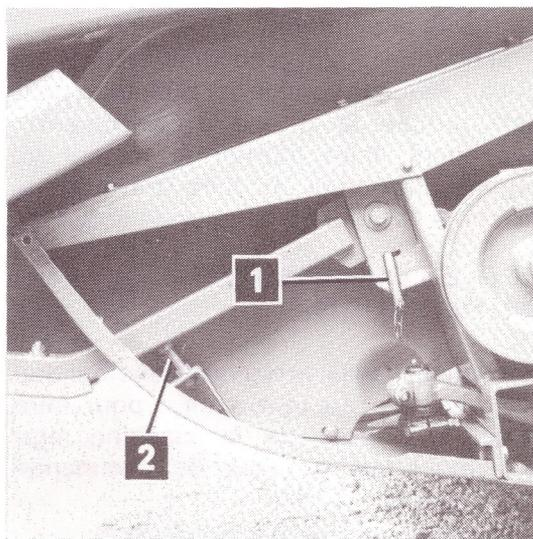

FIG. 21
- monter les diviseurs mobiles en les fixant avec leurs goupilles (1 fig 21) ; fixer le séparateur droit avec son verrou ; régler la position minimale des pointes des diviseurs en vissant les vis (2), la plate-forme étant à terre ;